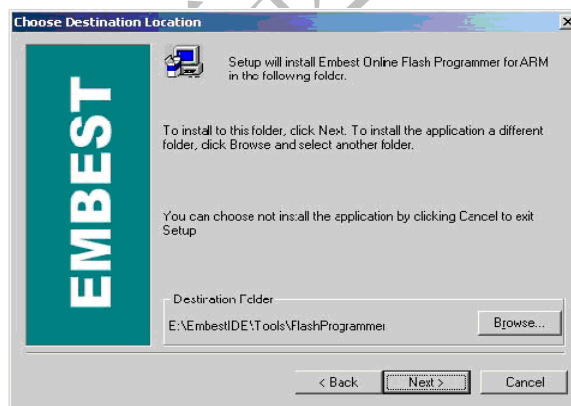

图 2-23 安装 Flash Programmer
(1) 电脑已安装 Embest IDE 软件，安装程序将会把 Flash Programmer 缺省安装到“Embest IDE 安装目录\Tools\FlashProgrammer”目录，如图 2-23 所示。同时安装程序将自动探测是否安装与 IDE 软件共享的设备模块和驱动程序，安装完毕后电脑无需重新启动。如果 IDE 已注册，软件可直接运行。